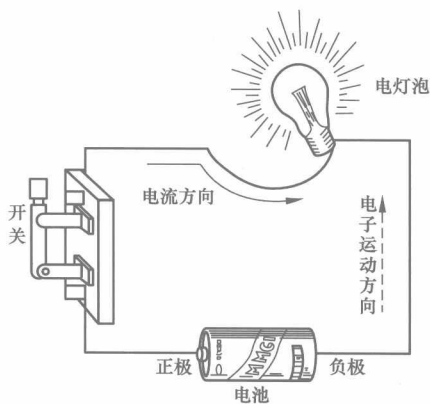

图 1-1 电流说明图
**说明** 将金属导体（导线）、开关、电灯泡和一个干电池接成闭合电路时，将开关合上，导体中的自由电子（负电荷）就会受到电池负极的排斥和电池正极的吸引，驱使它们朝着电池正极运动，使电灯泡发光，如图 1-1 所示。自由电荷这种有规律的运动，就形成了金属导体中的电流。
通过导体的电流好比管道中的水流一样，具有一定的方向。规定电流的方向是从电源的正极流向负极的，而这种电流方向与电子（负电荷）流动的实际方向刚好相反。图 1-1 所示电路的电流方向是：电源正极→开关→电灯泡→电源的负极。